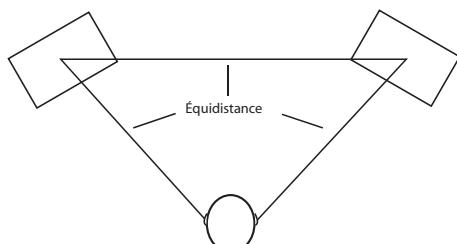

Figure 2.
*Il est important de créer un "triangle d'écoute". Grâce à cette configuration idéale, l'auditeur et les moniteurs forment un triangle équilatéral parfait (Figure 2).*